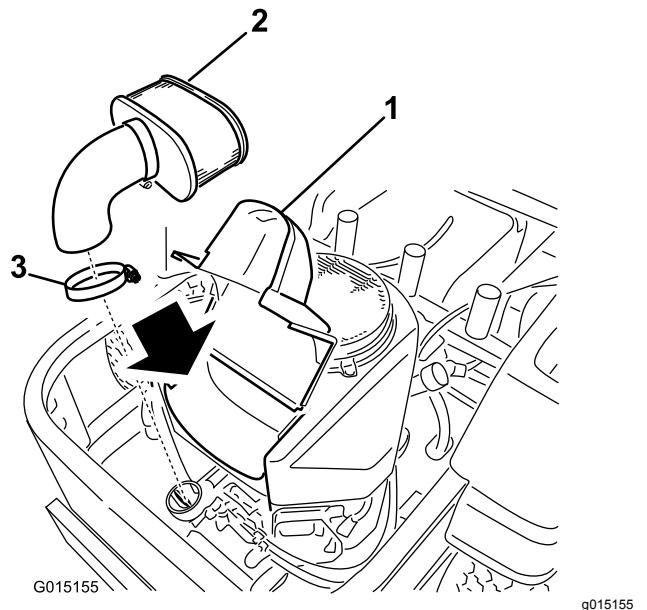

Bild 43
3. Reinigen Sie den Bereich um den Luftfilter herum, um zu verhindern, dass Schmutz in den Motor fällt und Schäden verursacht. Heben Sie die Abdeckung an und entfernen die Schlauchklemme, mit der der Luftfilter am Motor befestigt ist (Bild 43).
4. Lösen Sie die Schlauchklemme und entfernen den Papiereinsatz (Bild 43).